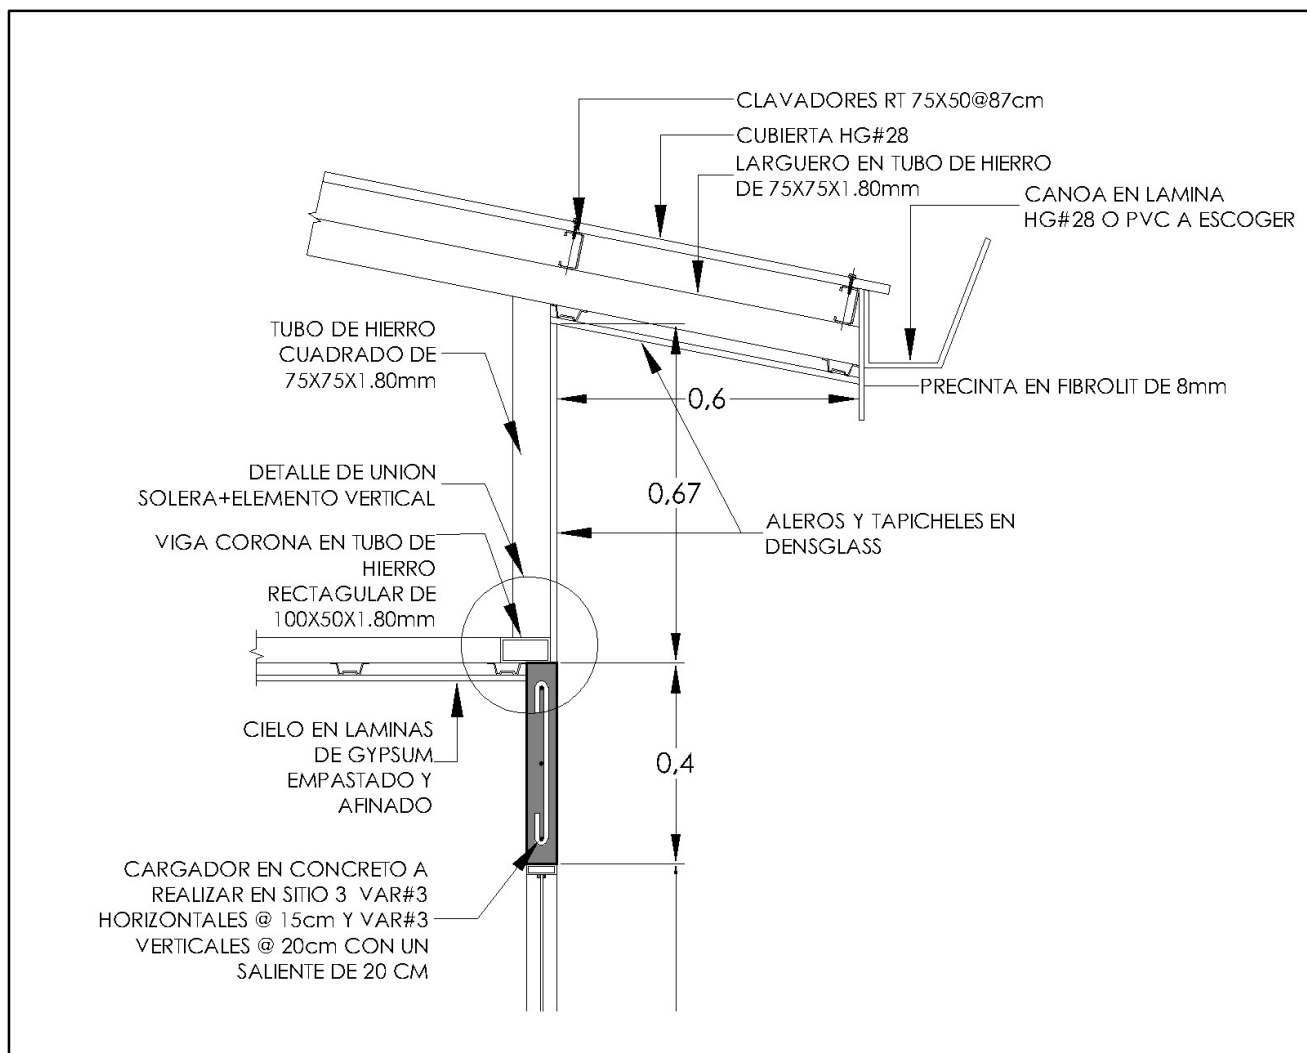

Figura 15. Solera en Prefabricado Vertical.
2. Debido a que los tubos son más anchos que las baldosas, se recomienda colocarlos a plomo con la parte externa, y en la parte interna se esconden por debajo del cielo raso, como se muestra en la figura 15.